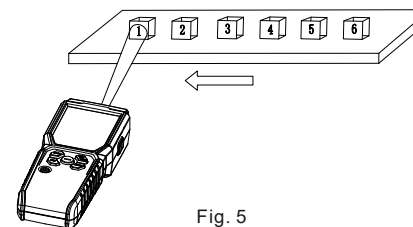

Fig. 5
2. Misurazione senza contatto--REV (Fig. 5)